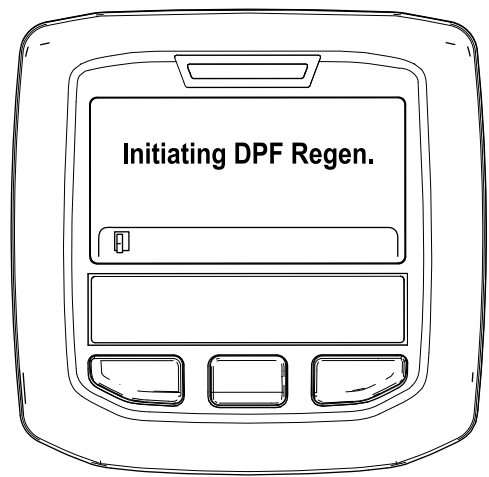

Bild 53
- A. Die Meldung „Initiating DPF Regen.“ wird angezeigt (Bild 53).